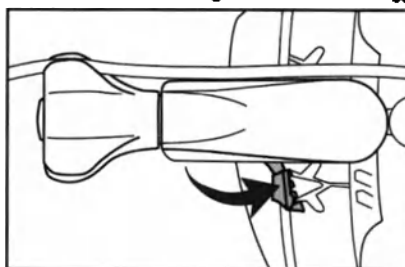

Figura 4a: leva di bloccaggio in posizione di SBLOCCO
3. Per fissare il posizionatore ACROBAT-i al divaricatore bloccare l'attacco spingendo la leva di bloccaggio verso il corpo dell'attacco in posizione di BLOCCO. Accertarsi che il posizionatore ACROBAT-i sia ben fissato al divaricatore quando l'attacco è bloccato in posizione. Fare riferimento alla Figura 4a e 4b per le posizioni di sbloccaggio e bloccaggio.